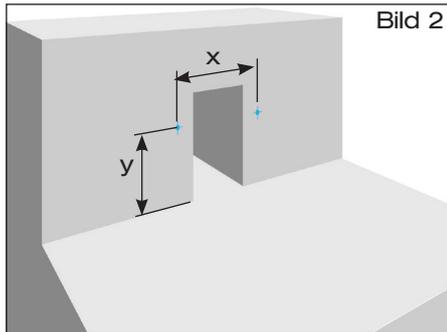

Bild 2
1.2 Bohrungen \varnothing 10 mm für Schiebeflansch mit Anschlussmanschette zum Anschluss der Dampfsperre entsprechend der Vorgabe nach Tabelle 2 erstellen (Bild 2).